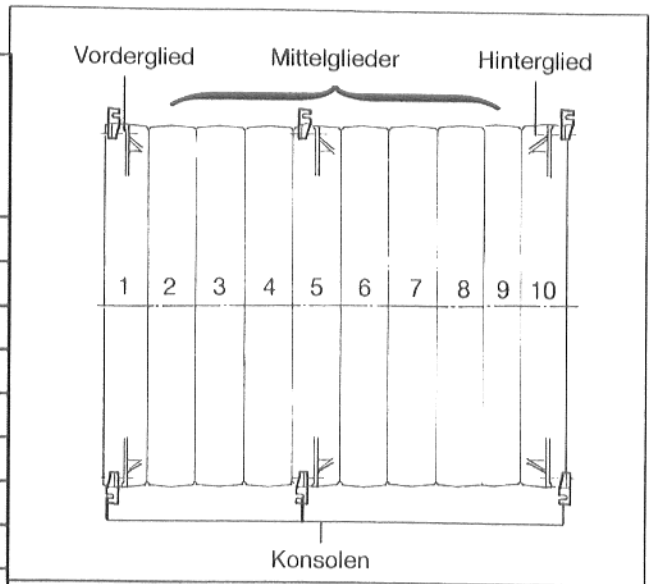
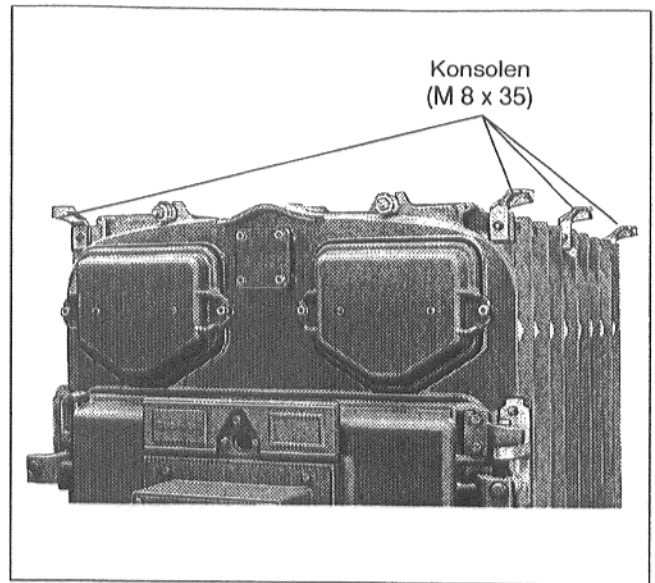

Abb. 33 Draufsicht; Kesselblock 10 Gld. mit Konsolen
Abb. 35
- Konsolen für den Kesselmantel nach der Tabelle 9.1. und den Abb. 33 u. Abb. 35 an den oberen Rippen der Kesselglieder, links und rechts lose anschrauben.